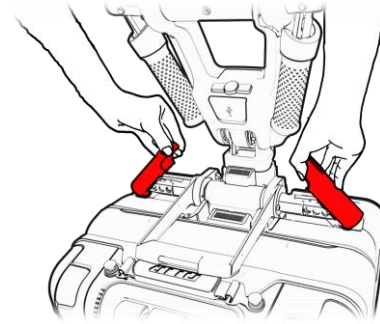

Figure 50
2. Öffnen Sie beide Trennschalter (siehe Abbildung 50). Für den Fall, dass die Trennschalter eine erhebliche Menge an Kraft benötigen, um sie zu bedienen, üben Sie horizontalen Druck auf die Antriebskonsole in Richtung der Mitte des ATTO aus. Dies wird den Druck auf die Trennschalter entlasten und sie leichter zu öffnen machen.